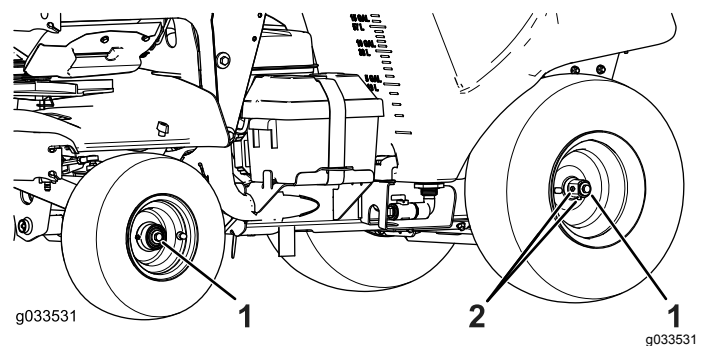

Figura 79
- Apriete los 4 pernos de eje de las ruedas delanteras y traseras (Figura 79) a 48 N·m (35 pies-libra).